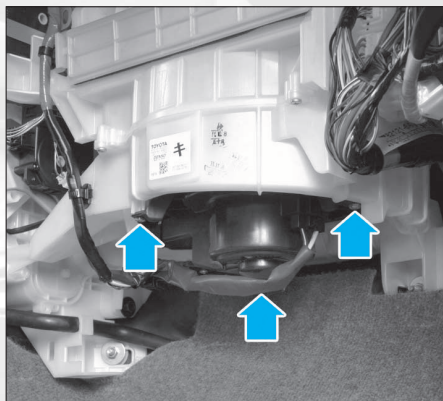

FIG. 10
- Déposer les vis de fixation et retirer le motoventilateur (**fig. 10**).